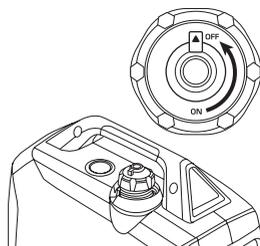

Fig. 8
6. Après l'arrêt, laissez refroidir le générateur et fermer l'évent sur le bouchon du réservoir de carburant (position OFF, fig. 8, lors de l'arrêt du travail sur l'essence).